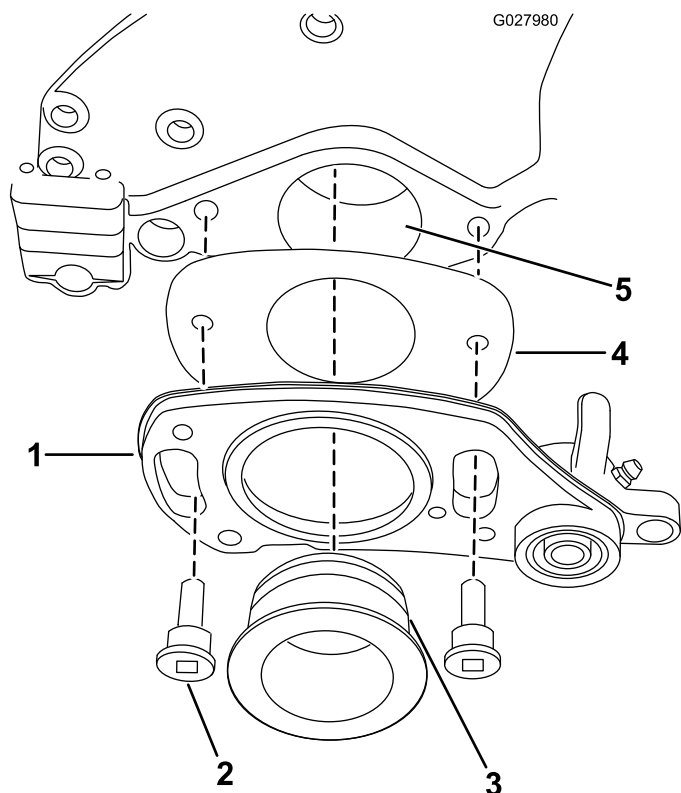

Figura 4
8. Fate scorrere la piastra di spessoramento dietro il gruppo di rotazione destro come mostrato in **Figura 4**.
9. Lubrificate leggermente l'O-ring e la perforazione pilota con del grasso (Figura 4).
10. Assicurate il gruppo di rotazione destro con 2 bulloni di spallamento (Figura 4).